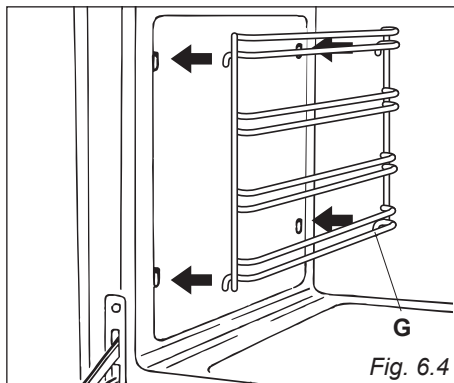

Fig. 6.4
- Agganciare i telai laterali ai fori delle pareti laterali dell'interno del forno (fig. 6.4).